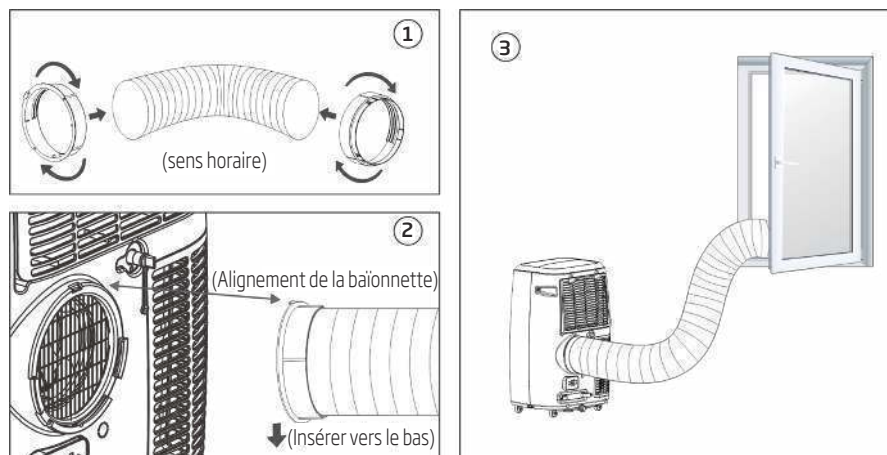

Fig. 9
2. Insérez le clip de fixation carré dans les ouvertures à l'arrière du climatiseur (voir Fig. 9).